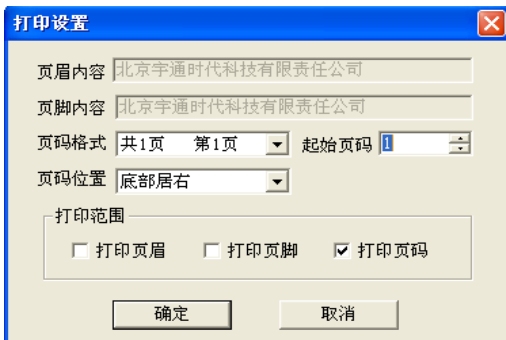

图6-7 打印设置
**6.3.9 打印设置：**设置打印的报告的格式，如图6-7所示，用户可以选择是否打印页眉、页脚、页码，并如果打印页眉页脚，则可输入页眉页脚的内容，也可选择打印的页码格式、起始页码和页码位置。